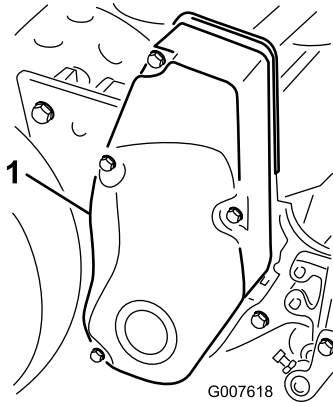

Bild 35
1. Nehmen Sie die Befestigungsschrauben der Riemenabdeckung und die Riemenabdeckung ab, um den Riemen zugänglich zu machen (Bild 35).